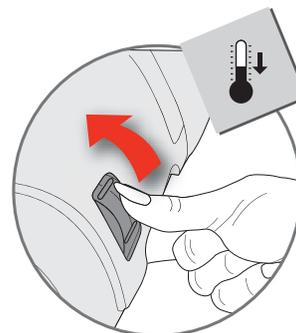
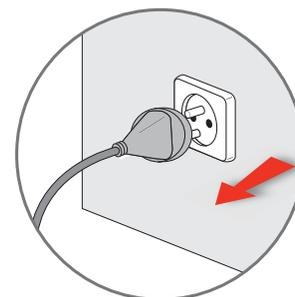
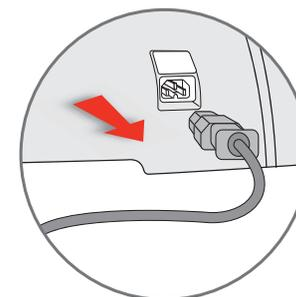
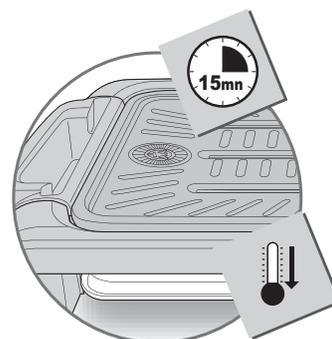

fig. 17
fig. 18
fig. 19
fig. 20
- Débranchez et laissez refroidir l'appareil - fig. 17 - fig. 18 - fig. 19 et fig. 20